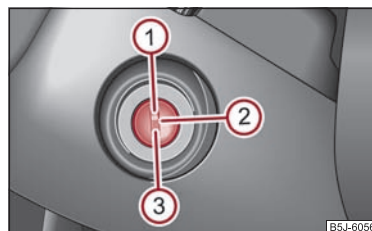

Abb. 95 Zündschlossstellungen
- Den Motor schalten Sie durch Drehen des Zündschlüssels in Stellung aus ⇒ Seite 88, Abb. 95.